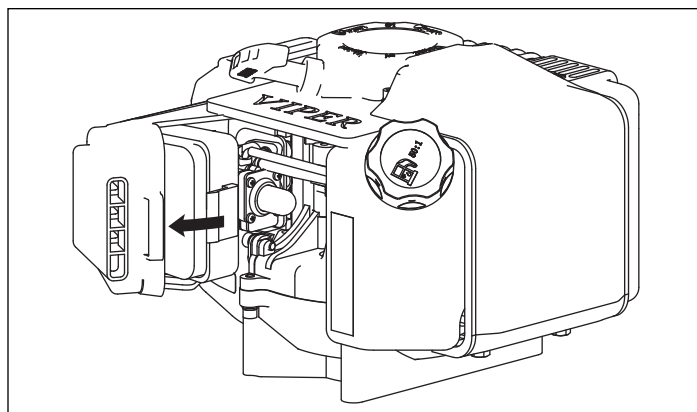

Figure 6
3. Une fois que les pattes de fermeture sont dégagées, retirer le couvercle de filtre à air en le basculant à l'écart du moteur. **VOIR FIGURE 6.**